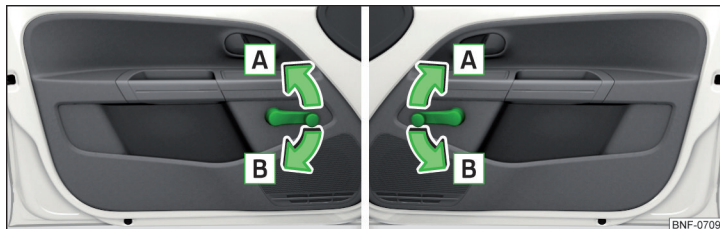

Fig. 33 Rudebetjening: I venstre side / I højre side
- Drej håndsvinget i pilens retning **A** for at **åbne** » Fig. 33.